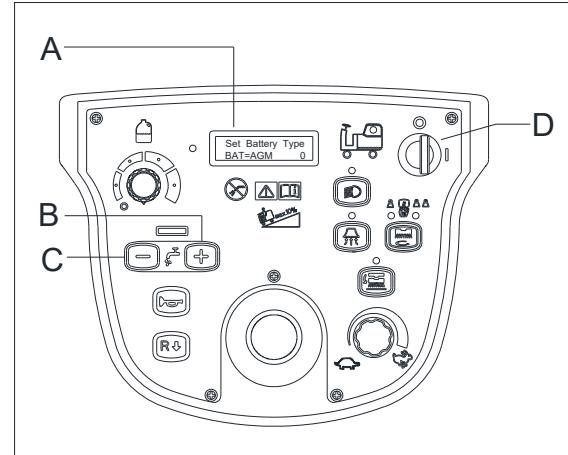

Abbildung 4
- Drücken Sie die Einstelltasten „+“ und „-“ (B, C, Abbildung 4). Drehen Sie den Zündschlüssel (D, Abbildung 4) in die Stellung "I".
- Lassen Sie die Flusseinstellknöpfe los. Auf dem LCD-Bildschirm wird „Set Battery Type BAT = AGM 0“ angezeigt (wie in Abbildung 4, A).
- Dann können Sie den Batterityp einstellen, indem Sie die Tasten „+“ und „-“ drücken (B, C, Abbildung 4).